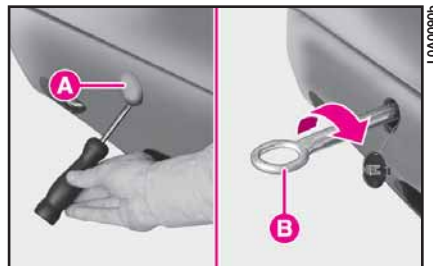
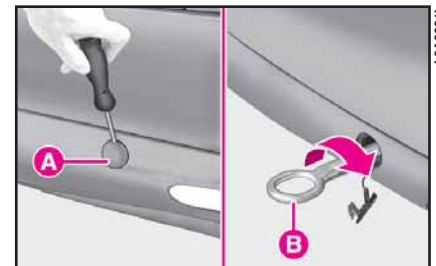

fig. 82
fig. 83
– Enlever le couvercle A monté par pression sur le pare-chocs avant (fig. 82) ou arrière (fig. 83), en faisant levier avec un tournevis dans le point indiqué par la flèche.